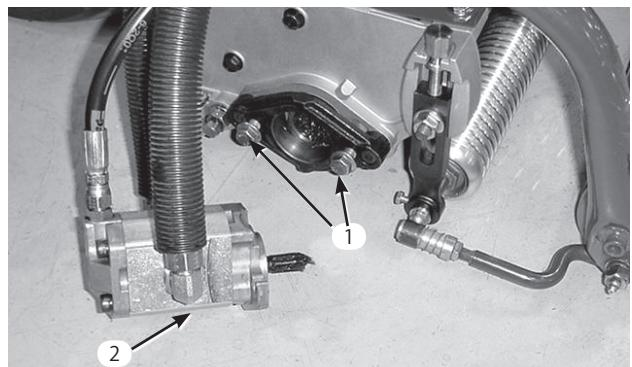

図13
7. 各カッティングユニットにリールモータ固定ナットを取り付ける。ネジ山を13 mm程度突き出させておく(図13)。
向にひねってスタッドを一回かわし、次に左回りにひねって、キャップスクリュにフランジをしっかりと掛ける。キャップスクリュを締めてモータを固定する(図13)。